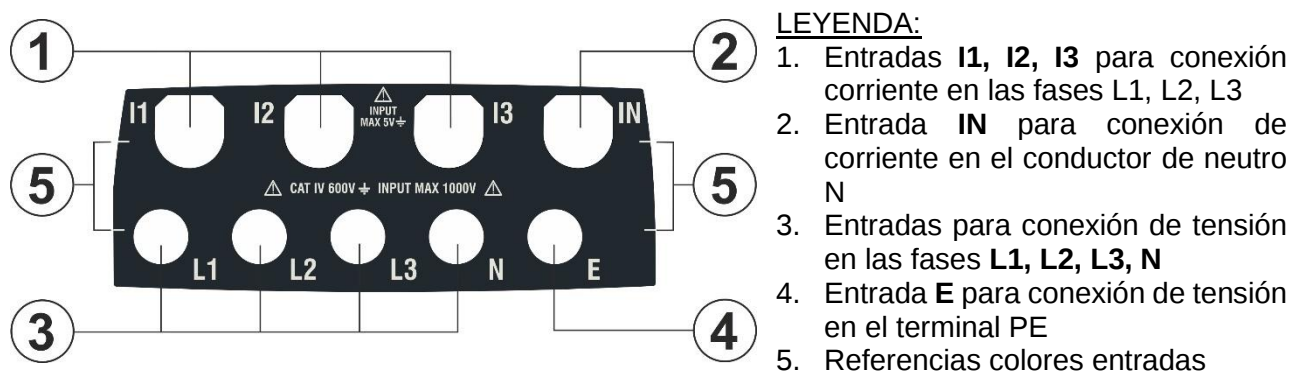

Fig. 2: Descripción de los terminales de entrada del instrumento
Del mismo modo, es posible personalizar la placa del conector de entrada (ver Fig. 2) aplicándole una etiqueta con los colores de los cables. En la siguiente Tabla 1 se muestra un ejemplo de los colores "estándar" comúnmente utilizados en los distintos países. El instrumento también permite una personalización similar de los colores utilizados para las cantidades eléctricas mostradas en las distintas pantallas de medida.
- El instrumento se suministra con una pegatina **neutra** con los conectores como la que se muestra en la Fig. 2. Aplique la pegatina con el color de los cables deseado (en función del país seleccionado) en las disponibles en el kit **YMETK0042HT0** suministrado en dotación siguiendo las referencias indicadas en la pegatina neutra (ver la Fig. 2 – parte 5)